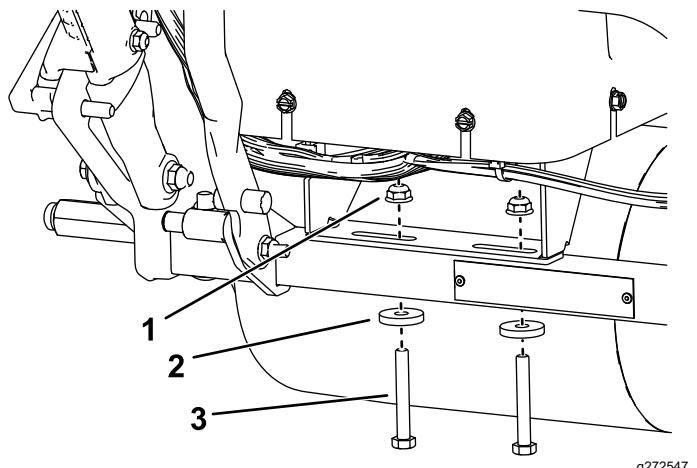

Figura 11
2. Instale a montagem do conjunto da plataforma traseira na estrutura como se mostra na Figura 11.